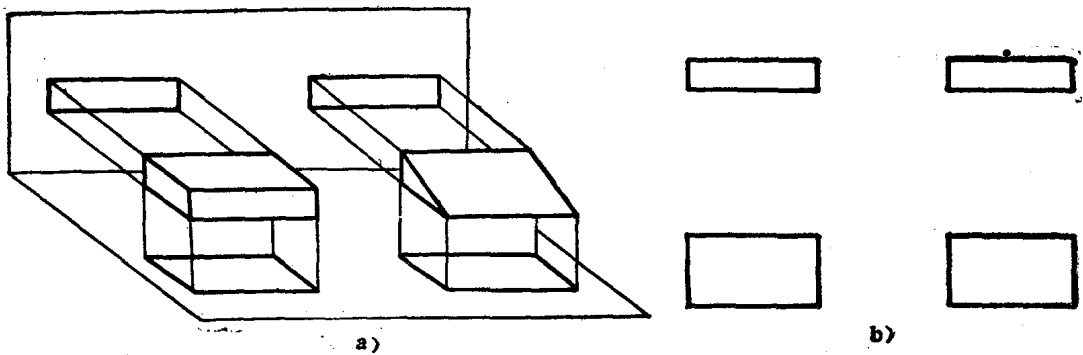

图1-11 长方体与三棱柱的两面视图
3. 三面视图 有的情况下，两面视图仍不能完全确定物体的空间形状。如图1-11所示，不同形状的物体（长方体、三棱柱），却能得到相同的主、俯视图。